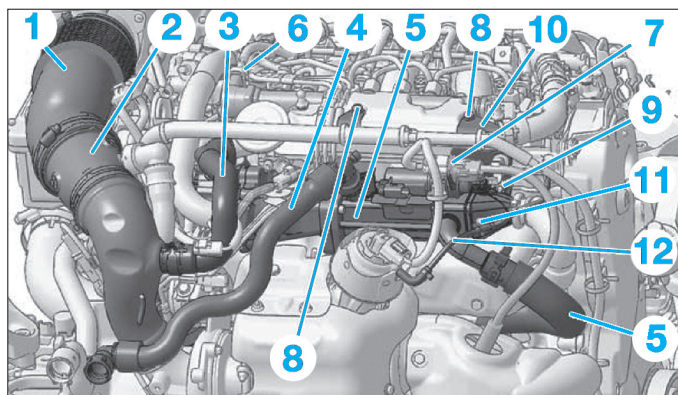

Fig. 75
- Déposer (Fig.75) :
- les durits d'air (1) et (2),
- la durit de réaspiration des vapeurs d'huile (3),
- les durits de refroidissement (4) et (5).
- Débrancher les connecteurs (6) et (7).
- les deux vis (8),
- l'écrou (9),
- le support de faisceau (10) et l'écarter avec son faisceau,
- la vis (11).
- Débrancher le tuyau (12).